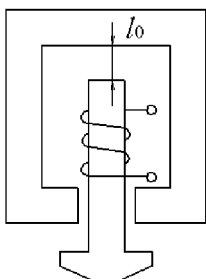

Рис. 2.11
2.4.54. Как изменятся ЭДС самоиндукции, ток катушки  $I$  и подъемная сила электромагнита  $F$  (рис. 2.11), если увеличить воздушный зазор при постоянном напряжении на катушке и постоянной частоте?